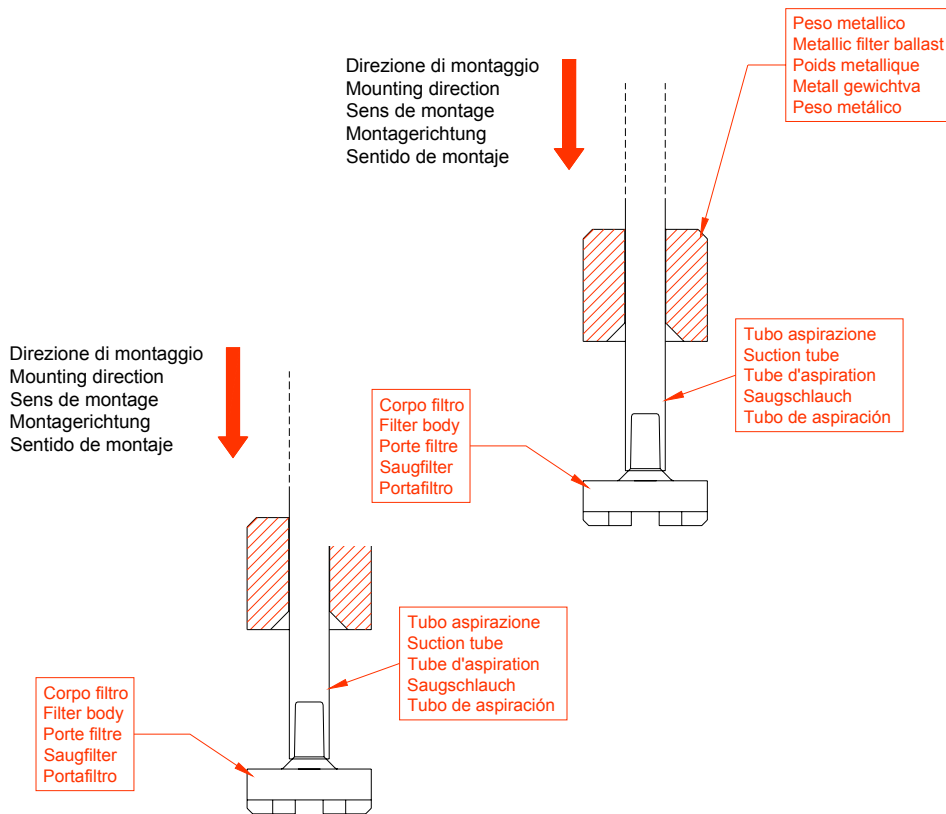

Fig. 4
- la fig. 4 ilustra la secuencia de montaje de las piezas que componen el filtro de aspiración.